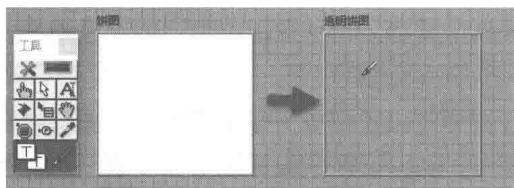

图 7-103 设置图片控件透明
step 1 构建透明图片。由于图片控件是矩形显示控件，而饼图控件是圆形显示的，因此必须隐藏图片控件的边框。这可以通过着色工具，设置图片边框和图片为透明颜色来实现，如图 7-103 所示。